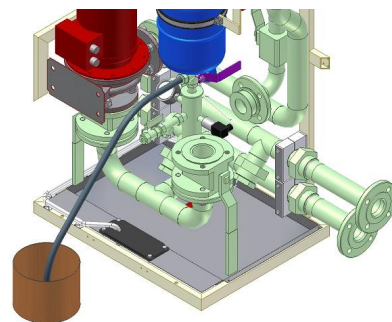

Рис. 4.2-5
2. Поместите под клапаном кружку объемом восемь (8) литров (если форсунка или мембрана расширительного резервуара повреждена, из резервуара может вылиться до 8 литров воды).
3. Поверните рычаг (обозначенный фиолетовым цветом на рис. 4.2-5) клапана V160 90° так, чтобы он указывал в обратном от вас направлении (указывал на заднюю стенку). Теперь первичный контур закрыт и следовательно выльется только жидкость из расширительного резервуара. (В конце штока нанесена маркировка, позволяющая вам правильно расположить трехходовой клапан. Эта маркировка показывает направление открытого потока.)